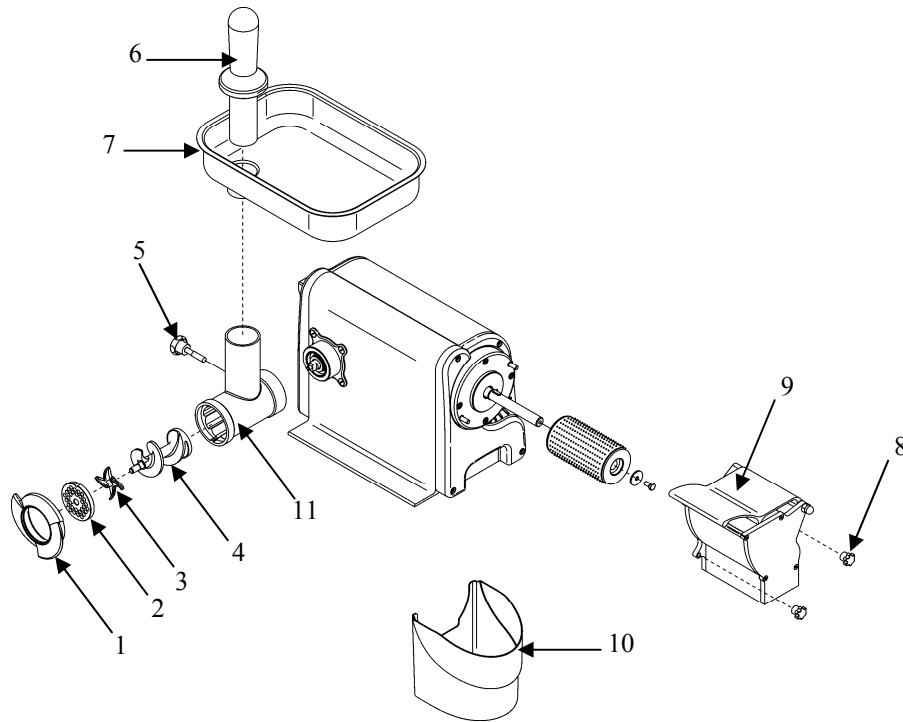

Рис. 10b - Демонтаж компонентов TCG
- закрутите и затяните рукоятку (1)
6.2.3 - очистка горловины терки (см. РИС. 10b)